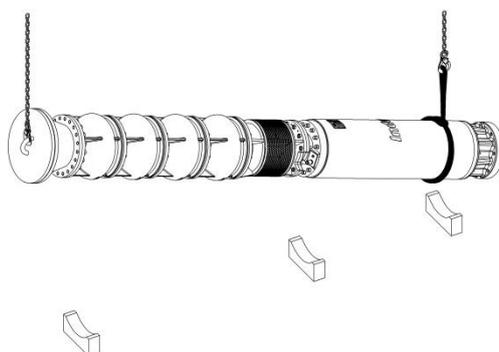

Рисунок 8: Переворачивание при помощи грузоподъемного оборудования с двумя крюками.
3. Прикрепите один из крюков крана к стропу, предварительно размещенному на нижнем конце двигателя, а второй - к монтажному диску или к точкам крепежа, имеющимся в верхней части (см. рисунок 8).